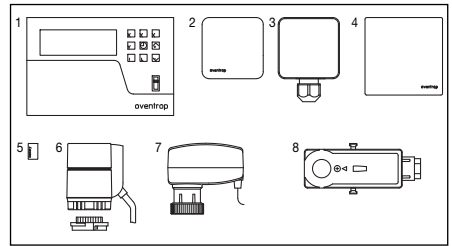

Abb. 5.2 Vorlauftemperaturregelset (optional)
Das Anfahren der jeweiligen Ventiltellerstellung am Dreiwegeventil erfolgt mit Hilfe des elektromotorischen Stellantriebes 24 V (0 - 10 V) aus dem optional erhältlichen Vorlauftemperaturregelset (Art. Nr. 115 20 20 Abb. 5.2) zum witterungsgeführten Heizen und Kühlen (siehe auch Abschnitt 8 Zubehör). Der Stellantrieb erhält dabei seine Signale von einem elektrischen Regler Heizen/Kühlen. Um eine Einbaulage senkrecht nach unten zu vermeiden, wird der Stellantrieb zusammen mit einem Winkeladapter auf das Dreiwegeventil montiert.
Die Installation der in dem Vorlauftemperaturregelsatz enthaltenen Komponenten (siehe Abb. 5.2 und Abschnitt 8 Zubehör) nach den entsprechenden Einbauanleitungen durchführen.
- 115 20 20 Vorlauftemperaturregelsatz (s. Abb. 5.2)